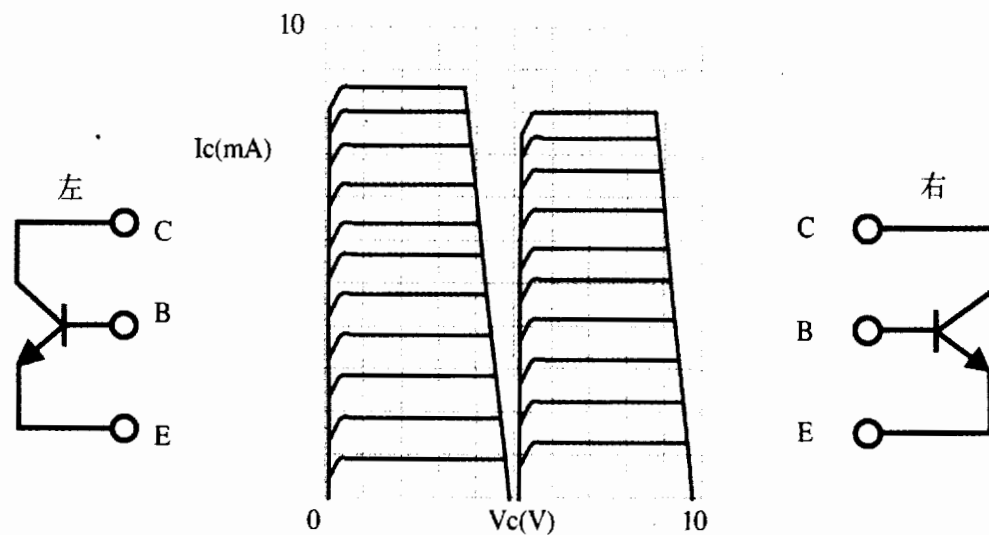

图 4-7
4.2.7 NPN 型 9013 半导体三极管输出特性曲线双簇显示(如图 4-7)